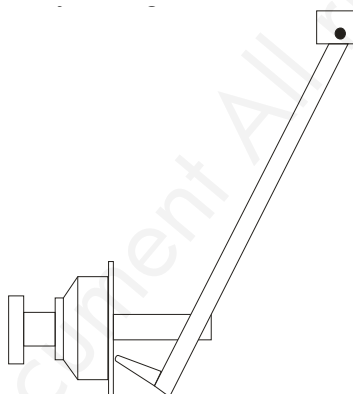

Fig. 8-8
3. Beweeg de breedtemeter, plaats de kop van de meter op het vlak van de hoofdasflens (zie afbeelding 8-8), druk op de ALU toets (zie afbeelding 8-3). De kalibratie is voltooid, zet de breedtemeter terug.